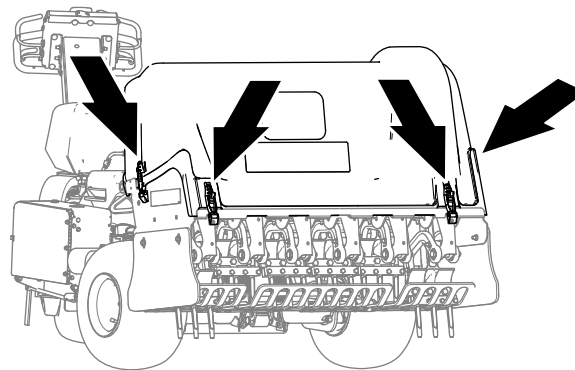

Figure 137
4. Déverrouillez le capot de la tête d'aération aux 4 points de verrouillage (Figure 137 et Figure 139).